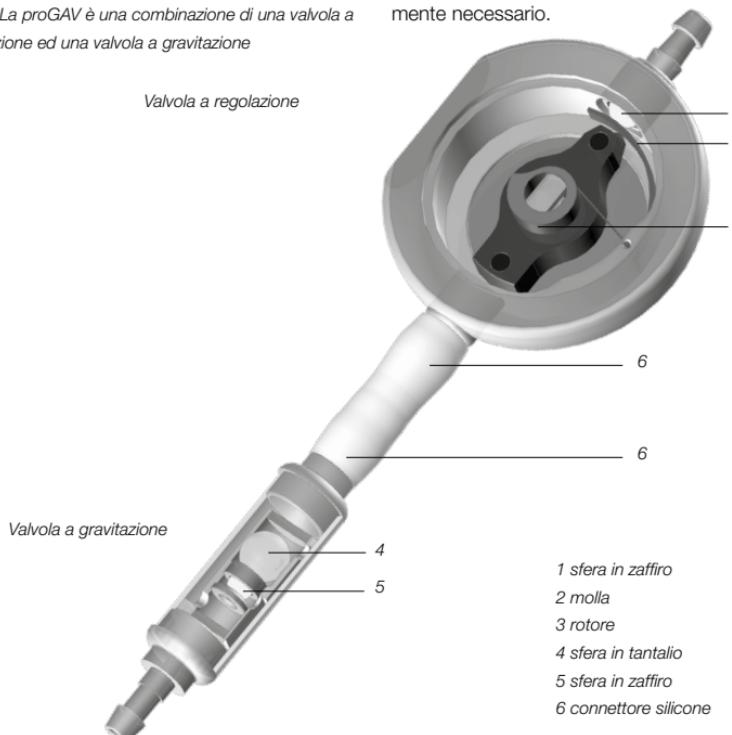

Fig. 2: La proGAV in sezione
La fig. 2 mostra un disegno schematico in sezione. La valvola a regolazione consiste in una robusta custodia in titanio, nella cui parte prossimale è integrata una valvola a cono e sfera (1) dalla validità sperimentata. Un'apposita molla (2) garantisce la pressione di apertura della valvola a cono e sfera. Tramite un rotore (3) a supporto rotante è possibile regolare attraverso la cute il precarico della molla e pertanto la pressione di apertura della valvola.